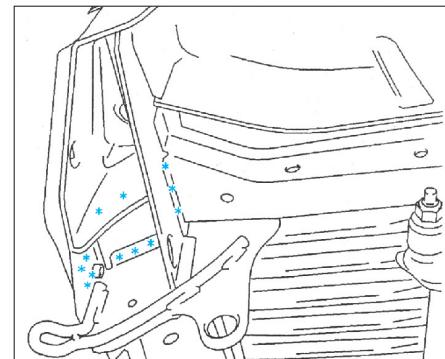

FIG. 124
- Dégrafer les points de soudure électrique à l'aide d'une fraise Ø 8 mm (Fig.124).